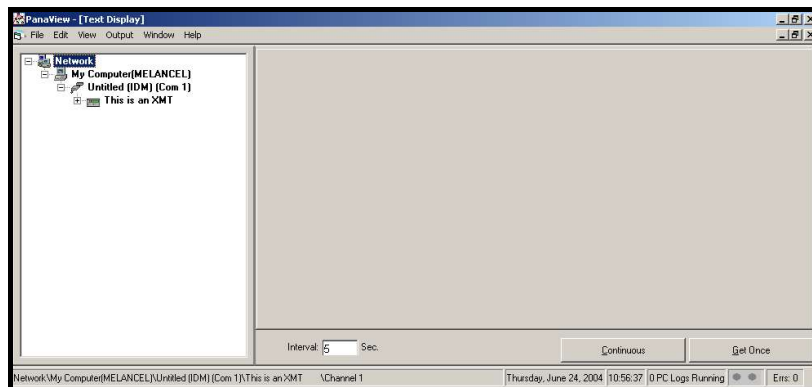

Figure 6: La fenêtre d'affichage de texte
5. À l'aide du menu Fenêtre , organisez les fenêtres ouvertes au format souhaité. Pour cette discussion, la figure 6 montre la fenêtre d'affichage de texte dans sa taille agrandie (plein écran).
Remarque: La Figure 6 a été comprimée à la fois verticalement et horizontalement pour plus de clarté.